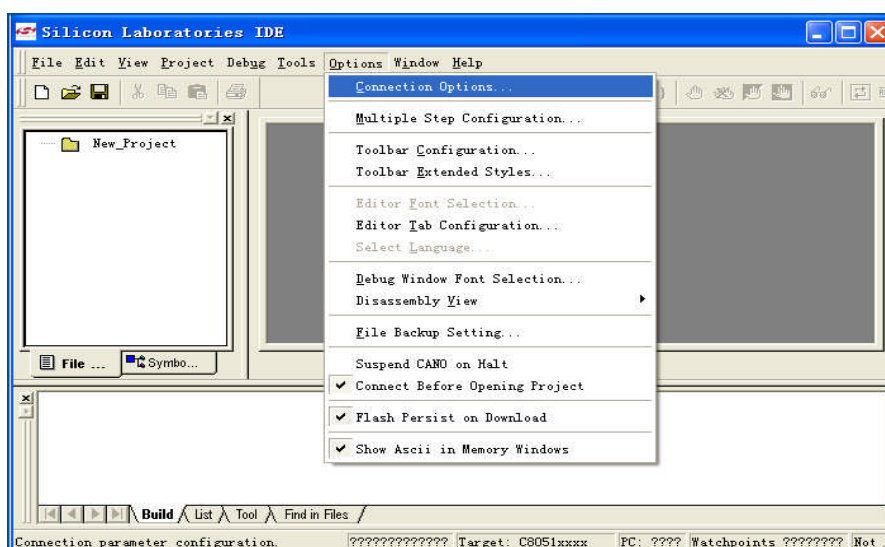

图 2
3. 安装结束, 打开 IDE 集成开发环境, 在新建或打开原有的项目后, 点击主菜单“Options”选择“Connection Options..”选项(如图 2 所示), 进入图 3 界面。